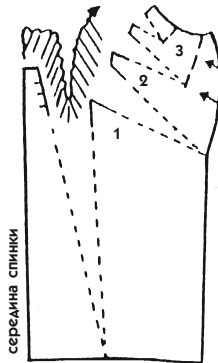
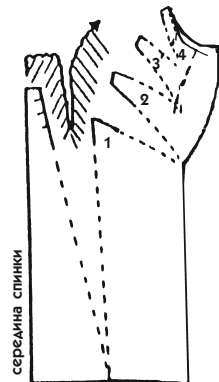

Рис. 634
Рис. 635
7. Разрежьте и закройте вытачки, придайте необходимую глубину складкам. На рис. 634 закрытые вытачки не образовали такое глубокое расширение, как на пате и складке 1.
8. Для углубления двух складок, образующихся из вытачки, продолжите разрез до бокового среза (рис. 634) и закончите лекало (рис. 635).
9. Кривая линия в верхней части лекала, образованная вращением вытачек, иногда может такой и остаться. Но кроить вы должны по прямой (сплошная линия, отмеченная стрелкой на рис. 635), чтобы по возможности не применять обтачку.